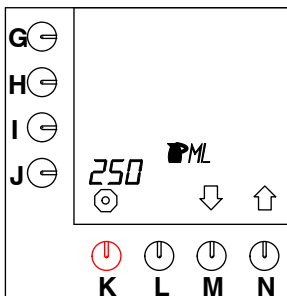

Fig. 26 Indhold af kande
- Tryk på valgknappen (N.)↑, indtil fig. 26 vises i displayet